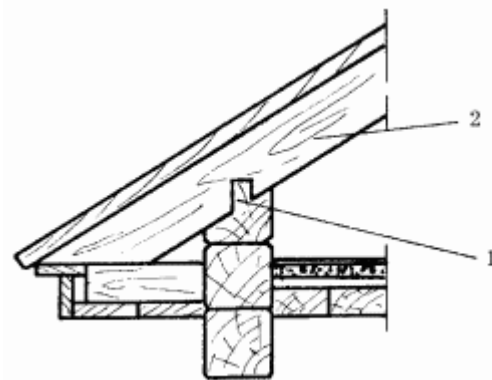

Рис. 16. Опираие наслонных стропил в деревянных, рубленых или брусчатых домах: 1 – шип; 2 – стропильная нога.
– на верхние венцы (рис. 16) в деревянных, рубленых или брусчатых зданиях;